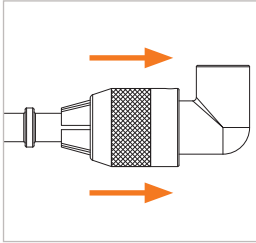

Figure 5
- ▶ Tirez le manchon coulissant (n° 1) en arrière (*Figure 5*). La connexion à la pièce d'essai est ainsi desserrée et le connecteur peut être retiré de la pièce d'essai par l'arrière.